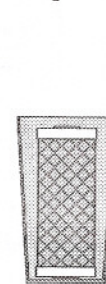

Рис. 1
2. Установить картридж в подходящую емкость, залить его до верха горячим 3 % раствором лимонной кислоты (из расчета 30 г лимонной кислоты на 1 л воды), оставить на ночь (рис. 1).